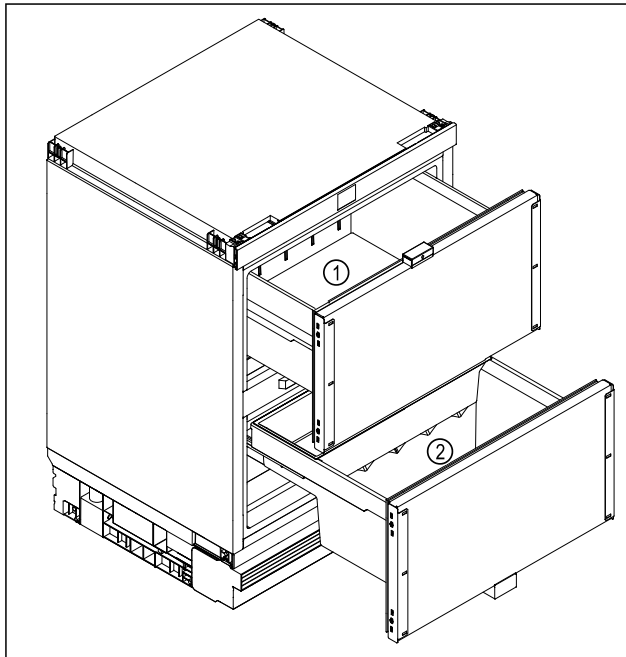

Fig. 39 Représentation à titre d'exemple
- Chariot à glissière supérieur Fig. 39 (1) : Conserver les aliments facilement périssables, tels que les plats cuisinés, le poisson, la viande et la charcuterie, les fruits et légumes emballés.
- Chariot à glissière inférieur Fig. 39 (2) : Conserver les aliments sensibles au froid comme les pommes de terre, les oignons ou les fruits tropicaux. Conserver les aliments ou boissons qui ne doivent pas être consommés trop froids.